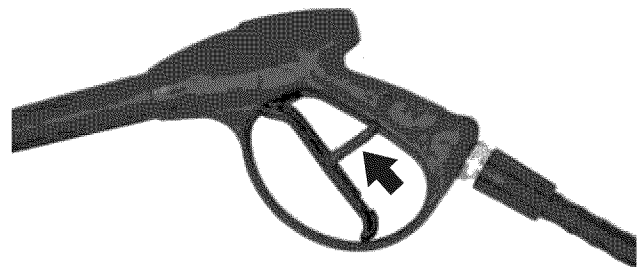

Figura 39 – Palanca de bloqueo del disparador
1. Gire la palanca de bloqueo del disparador hacia arriba y bloquee el disparador en la posición **OFF (APAGADO)** (Ver Figura 39).